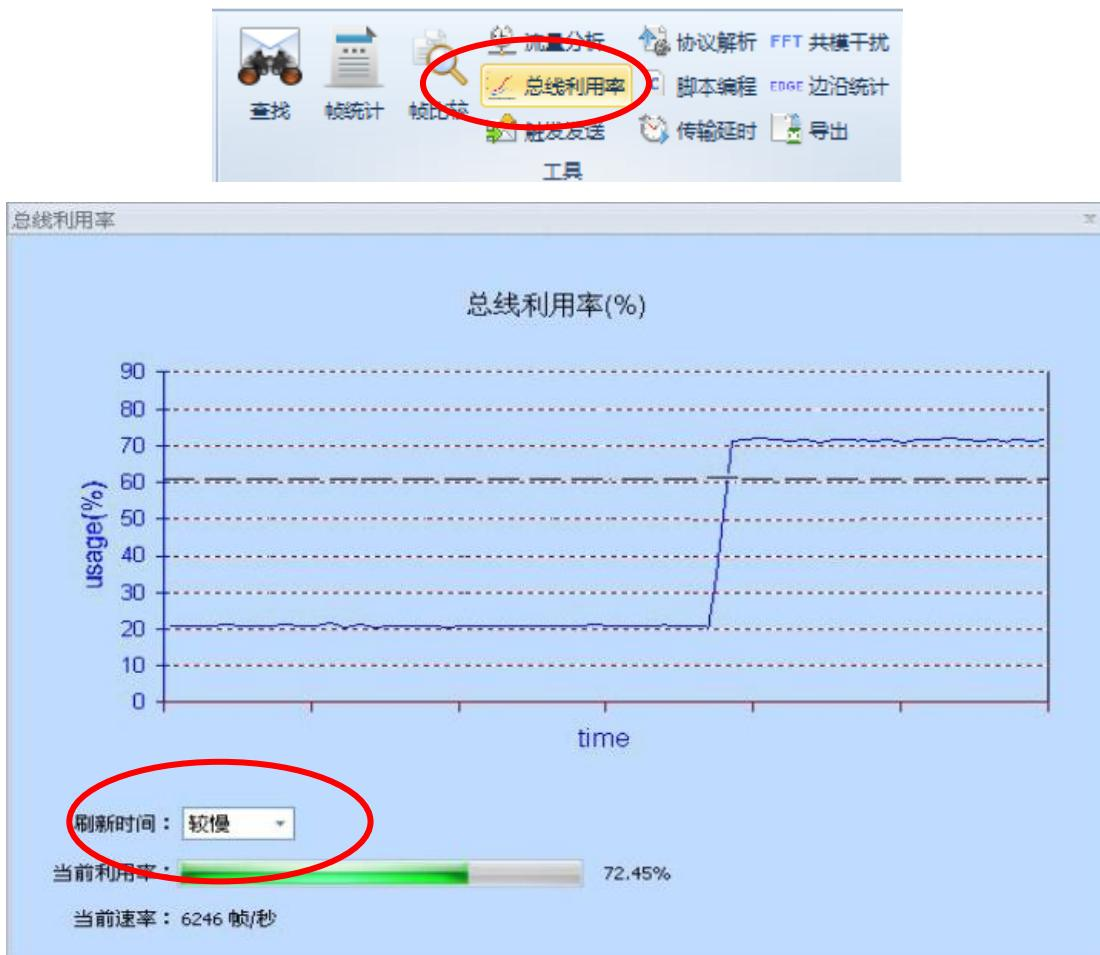

图 6.1 总线利用率
1. 操作 CANScope 能正常接收报文后，然后打开总线利用率。即可获得目前总线的基本流量概况。如图 6.1 所示。